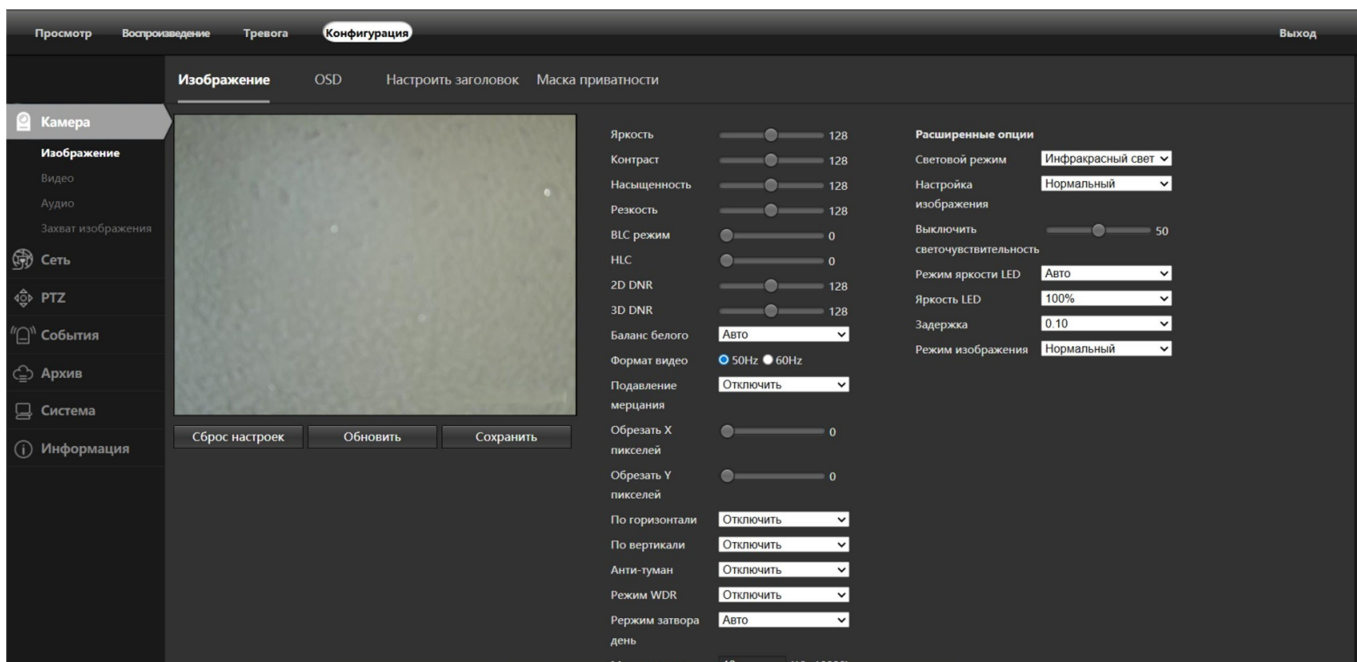

Рис. 3.5.1 – Настройка параметров изображения.
3.5.1. Настройка параметров изображения (рис.3.5.1)